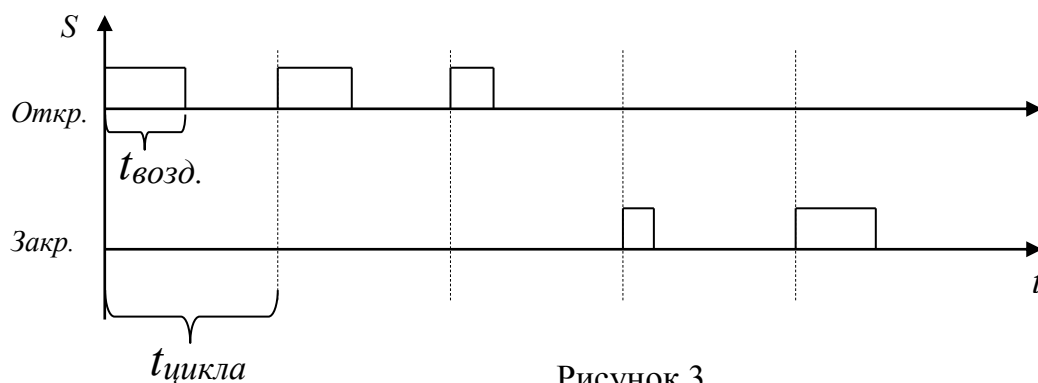

Рисунок 3
- Сигнал на выходе регулятора определяется величиной  $S$  (рисунок 3).